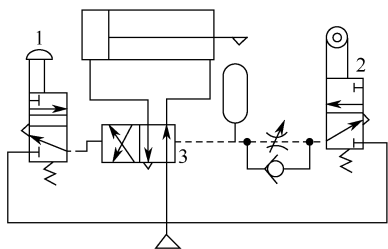

图 4-3-2
8. 如图 4-3-2 所示回路中, 不包含 ( ) 基本回路。